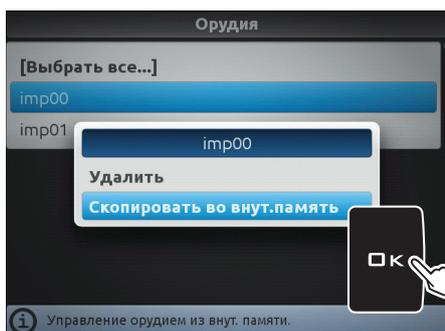

Рис. 248
- Выберите пункт **Скопировать во внут.память** (Рис. 248) и нажмите на **OK**.